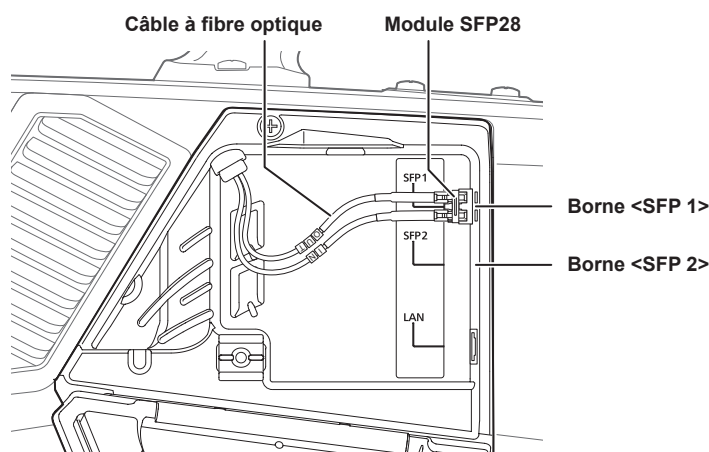

Fig. 1
- 2** Débrancher les câbles à fibre optique du module SFP28 inséré à la borne <SFP 1> comme montré sur la figure 1.